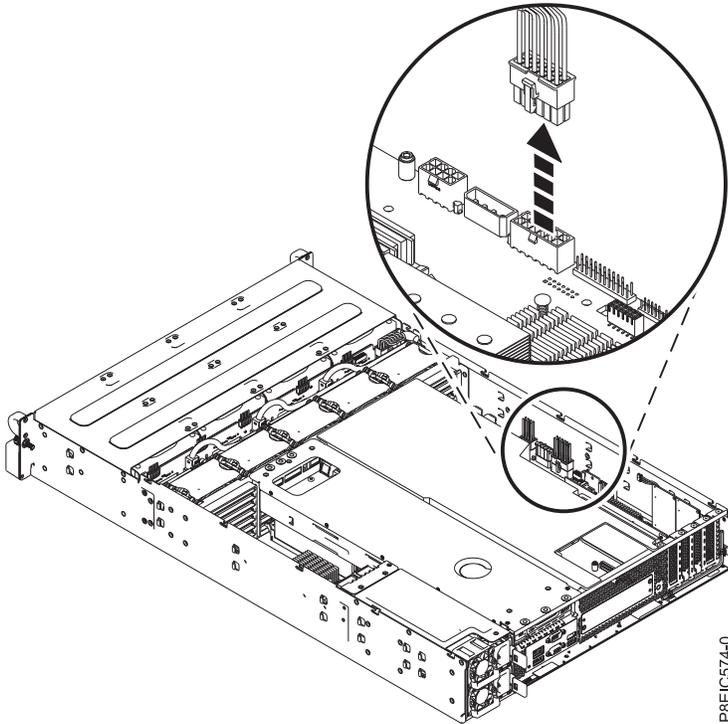

Figure 24. Déconnexion des cordons d'alimentation des unités avant
4. Retirez le cordon d'alimentation des unités avant du fond de panier système, comme illustré dans la figure 24, à la page 24. A l'aide de votre pouce, appuyez sur le taquet de déverrouillage sur le connecteur pour retirer le cordon.